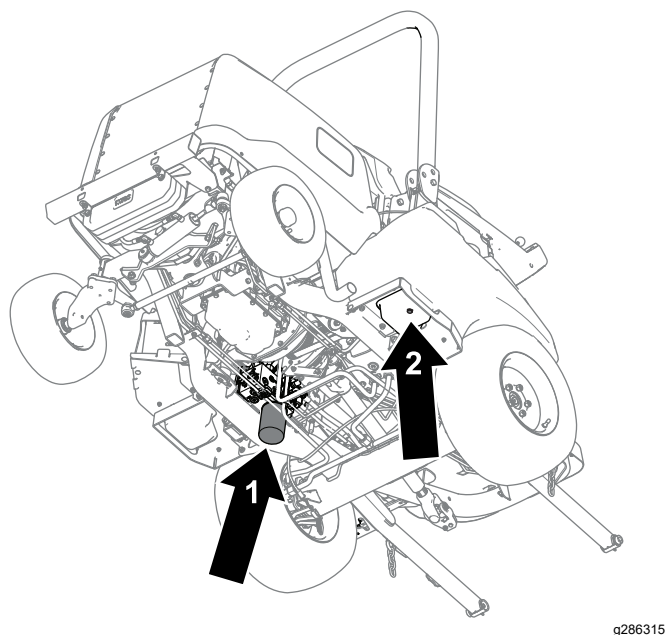

Figure 81
4. Retirez le bouchon de vidange (Figure 81) situé sur le côté du réservoir et laissez l'huile s'écouler dans le bac de vidange.
6. Placez un bac de vidange sous le filtre (Figure 81), déposez le filtre et vidangez le restant d'huile dans le bac.